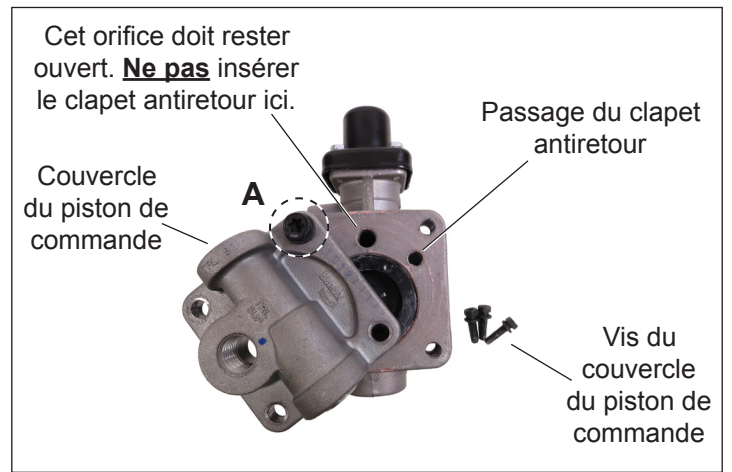

Figure 5 – Passage du clapet antiretour
3. Enlever les vis de couvercle B, C et D. Tenir le couvercle du piston tout en desserrant la vis A (4 à 5 tours). Pivoter lentement le couvercle dans le sens horaire – autour de la vis A – jusqu'à ce que le passage du clapet antiretour soit visible. Maintenir le couvercle dans cette position pour retenir le piston dans le corps de valve. (*Consulter la Figure 5.*)